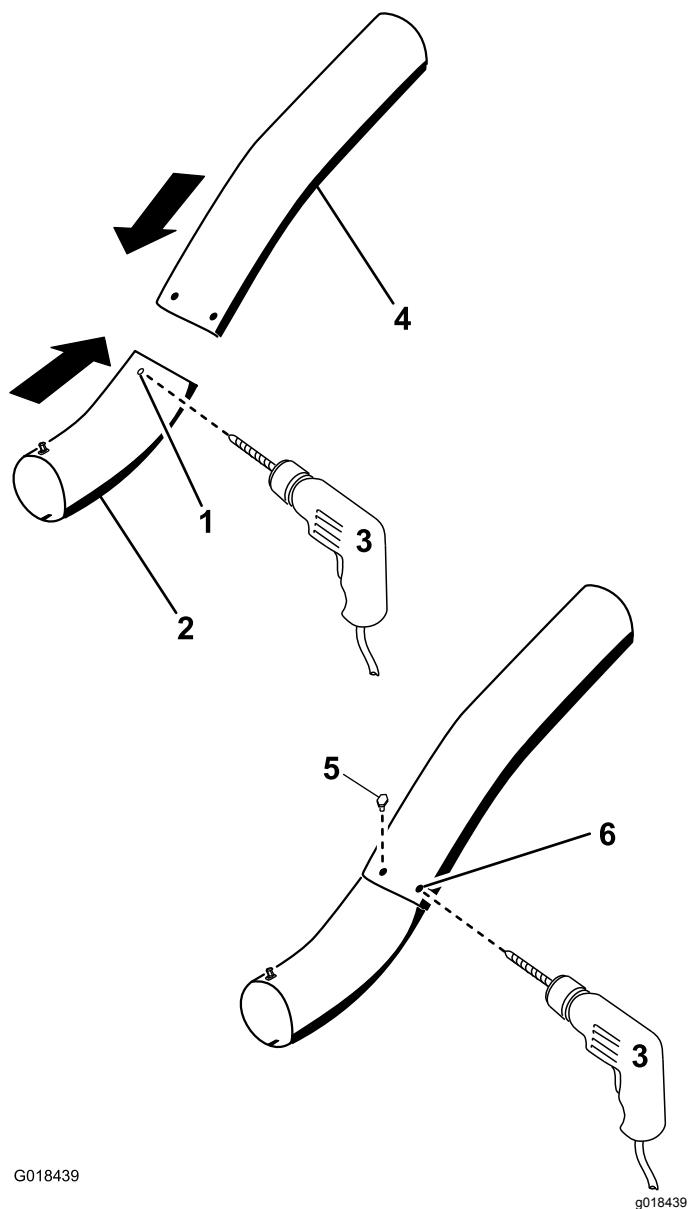

Figura 31
13. Utilizzando i fori preesistenti nel tubo superiore come riferimento, praticate 2 fori del diametro di 6,5 mm attraverso le fossette sul tubo inferiore (Figura 31).
16. Montate le rondelle ($\frac{1}{4}$ " sui bulloni (Figura 31).
17. Utilizzando un utensile a chiave esagonale, montate le viti ($\frac{1}{4}$ " x $\frac{3}{4}$ " e rondelle ($\frac{1}{4}$ " dall'interno del tubo inferiore e attraverso i fori preesistenti nel tubo superiore (Figura 31).
18. Fissate i tubi tra loro con i dadi ($\frac{1}{4}$ " come illustrato nella Figura 31.